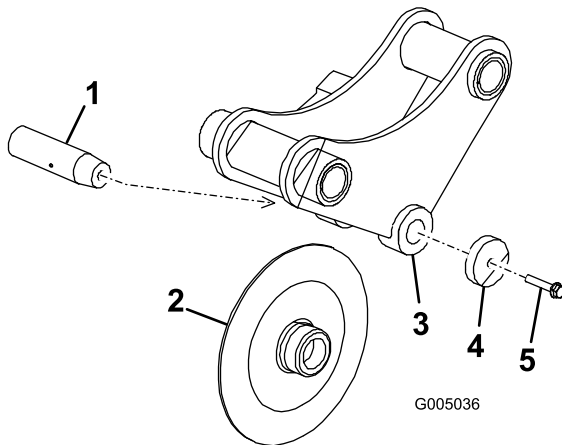

Figura 16
3. Recue o parafuso do pino da relha cerca de 1,3 cm, depois bata-lhe várias vezes com um martelo para soltar o pino (Figura 16).
4. Retire completamente o parafuso do pino da relha, a anilha, a relha e o pino da relha (Figura 16).
5. Coloque a nova relha no suporte da relha (Figura 16).
6. Deslize o pino da relha pelo suporte e relha e prenda-o com o parafuso do pino da relha e a anilha (Figura 16).